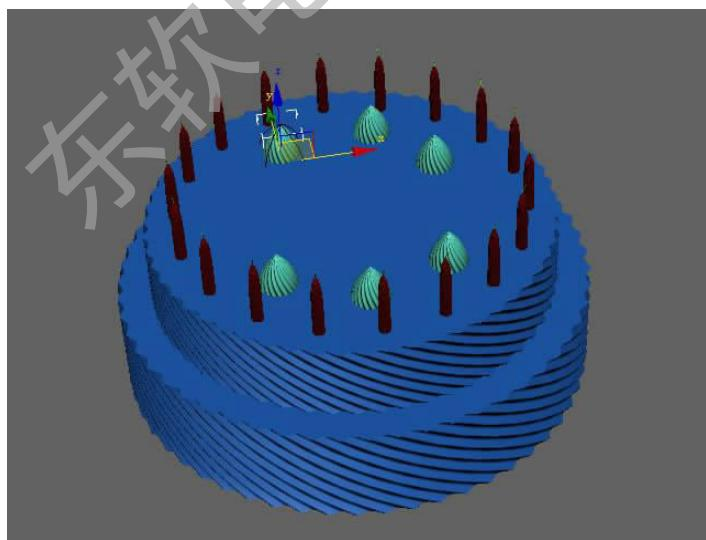

图 2-73 调整位置
Step 17. 将上一步做好的模型复制，放到蛋糕上相应的位置，如图 2-73 所示。